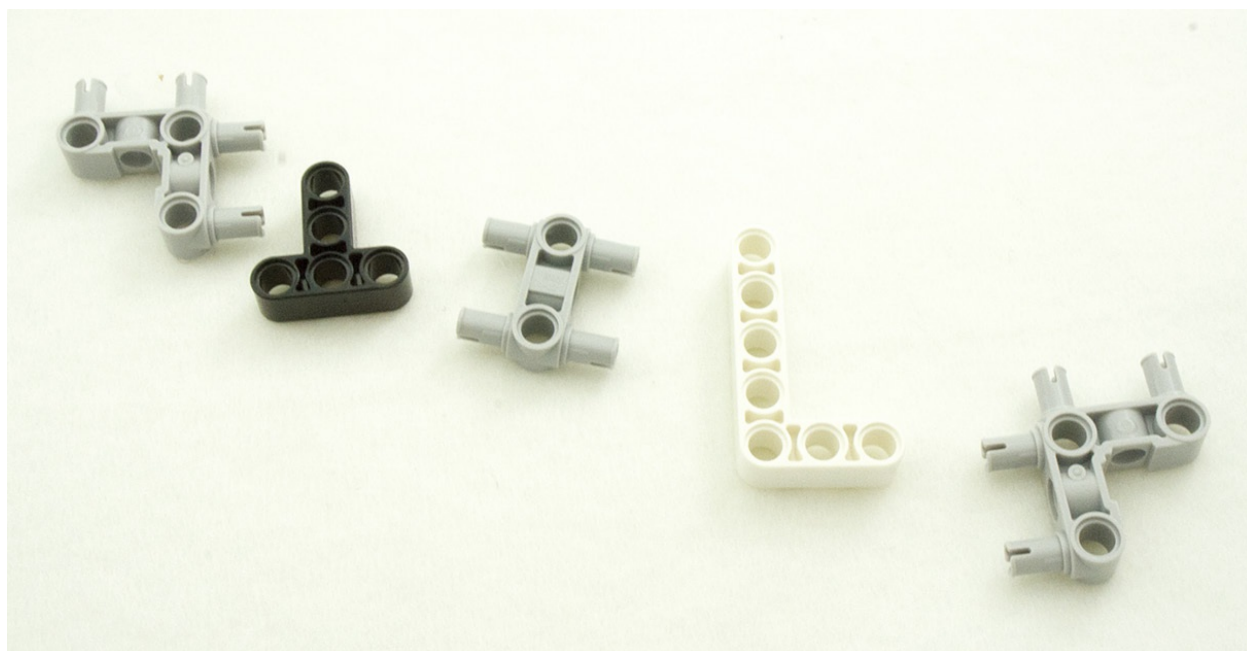

图6.4 一个后悬架所需的配件
5. 如图6.4所示，我们可以找来这些角度梁和交叉转换块，它们是为搭建后悬架准备的。我们需要制作两个结构相同但方向相反的对称的后悬架，分别分配给左右后轮。